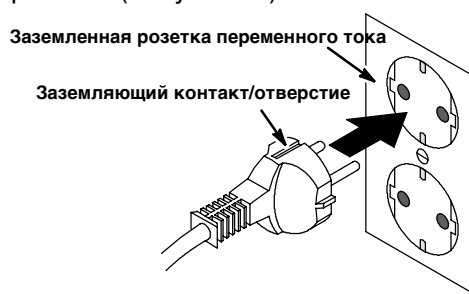

РИС. 35
5. Подсоедините шнур подачи питания переменного тока зарядного устройства к соответствующим образом заземленной розетке (Рисунок 35).